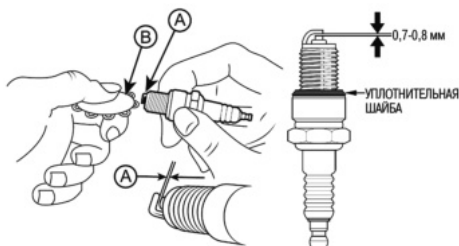

Рис. 19 Проверка зазора между электродами
4. Измерьте зазор А между электродами свечи зажигания специальным щупом В. Зазор А должен быть 0,7–0,8 мм (Рис. 19). При увеличении или уменьшении требуемого зазора, рекомендуется заменить свечу, так как регулировка зазора может привести к изменению качества искрообразования.